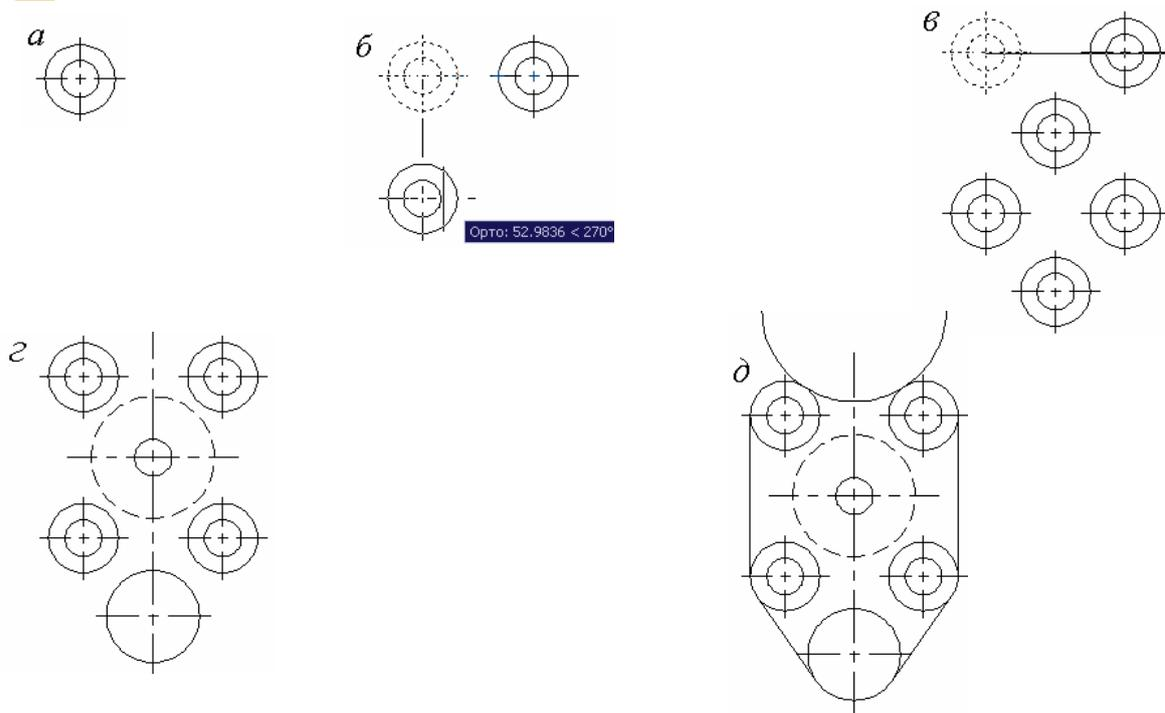

Рис. 4.2. Побудова плоскої фігури
2. Відкривають шар **Резервний** або шар **Допоміжний**, викреслюють два кола діаметром  $\varnothing 16$  і радіусом  $R15$  (рис. 4.2, а).
Координати точки можна задавати вибором довжини відрізка за напрямком, визначеним графічним курсором (рис. 4.2, б). У командний рядок досить увести тільки відстань. Більш раціонально це виконують відносним введенням координат (рис. 4.2, в), для цього по черзі вводять відносні координати центрів усіх отворів:
5. Будують нижнє коло радіусом  $R20$  (рис. 4.2, г).
6. Відкривають шар **Невидимий** і викреслюють коло діаметром  $\varnothing 53$  пунктирною лінією (рис. 4.2, а).
7. Знову відкривають шар **Резервний** або шар **Допоміжний** і починають викреслювати за допомогою піктограми **Отрезок** контур заданої фігури, з'єднуючи кола  $R15$  і  $R20$ , використовуючи прив'язки **Касательная** (рис. 4.2, б). З'єднання верхніх кіл виконують за допомогою піктограми **Круг**.
Вводять радіус кола 40 і натискають <Enter> (рис. 4.2, в).